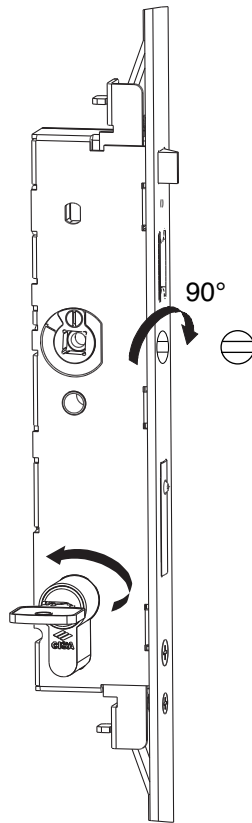

FIG. 15
- Manteniendo la llave girada (en tensión), gire 90° en sentido dextrógiro el selector del cierre de día, utilizando una moneda (Fig. 15).